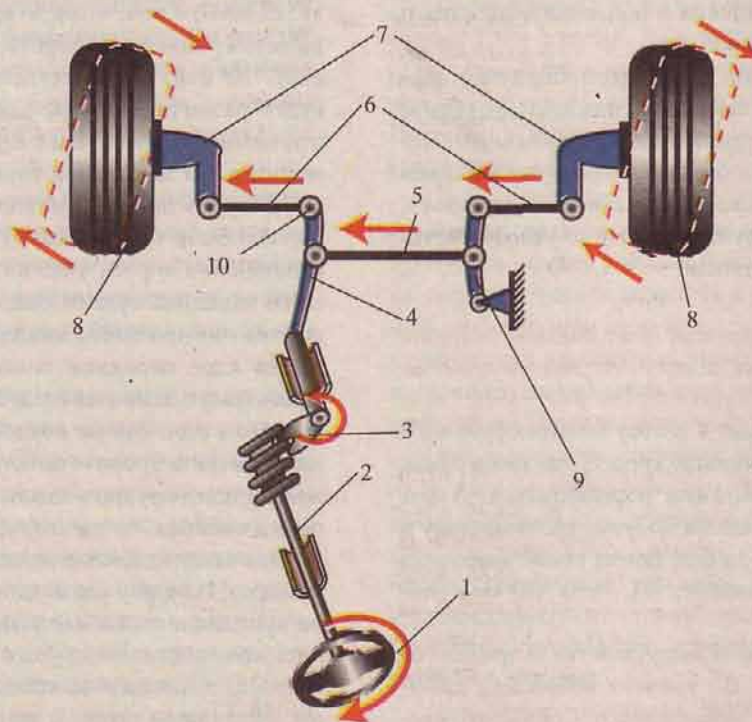

Рис. 47 Схема рулевого управления с механизмом типа «червяк-ролик»
**Рулевой механизм червячного типа состоит из** (рис. 47):
**Рулевой привод, применяемый с механизмом червячного типа (рис. 47) включает в себя:**